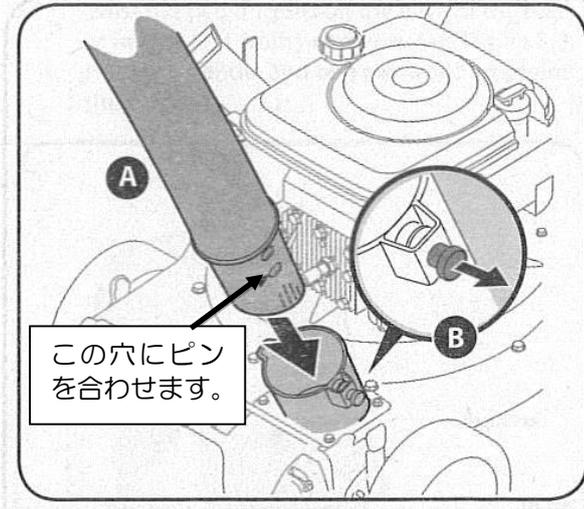

図.6-4
- 本体に向かって右手前にあるベースアダプターに、ホース ASSY のホースアダプターを挿入します。(図.6-4-A)
- ベースアダプターに付いているバネ付きのピンを引っ張り、ホースアダプターの下側の穴にピンを合わせ、ピンを離してホースを固定します。(図.6-4-B) 下の穴に合わせている時はノズルを使用する時で、ホースを使用する時は上の穴にピンを合わせます。